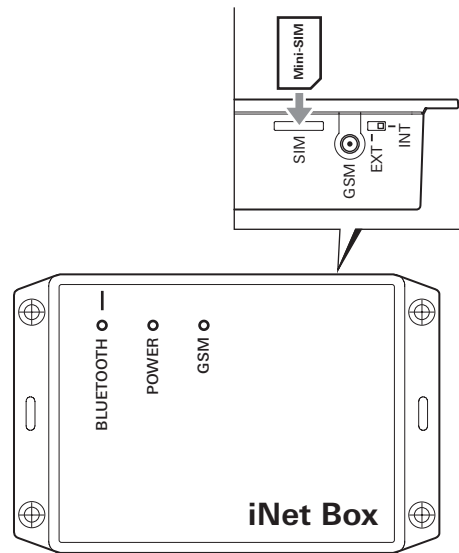

Fig. 3 – scheda Mini-SIM
- Inserire la scheda Mini-SIM nello slot «SIM» nel modo illustrato in figura (fig. 3) finché si blocca in posizione.